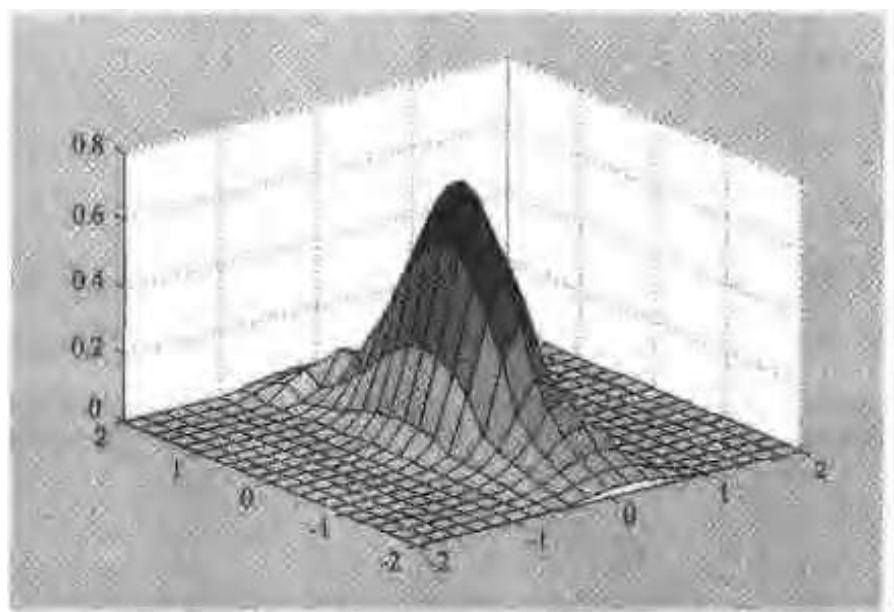

图 2-2 运行 zx81.m 得到的图形
(2) 运行文件
- 然后运行以下指令,便可得到如图 2-2 所示的图形。
- 在 MATLAB 指令窗中,运行以下指令,就能产生与图 2-2 完全相同的图形。